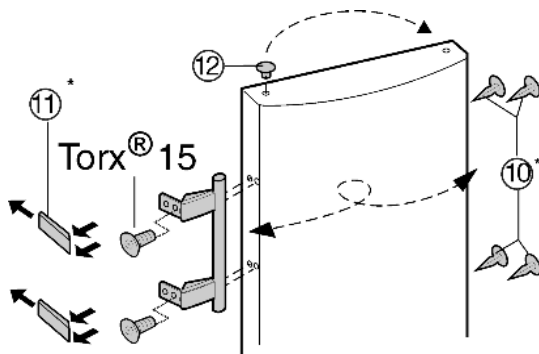

Fig. 9
- ▶ Stopfen Fig. 9 (12) aus der Tür Lagerbuchse herausheben und umsetzen.
- ▶ Türgriff, Stopfen Fig. 9 (10) und Druckplatten Fig. 9 (11) abmontieren und auf die Gegenseite umsetzen.